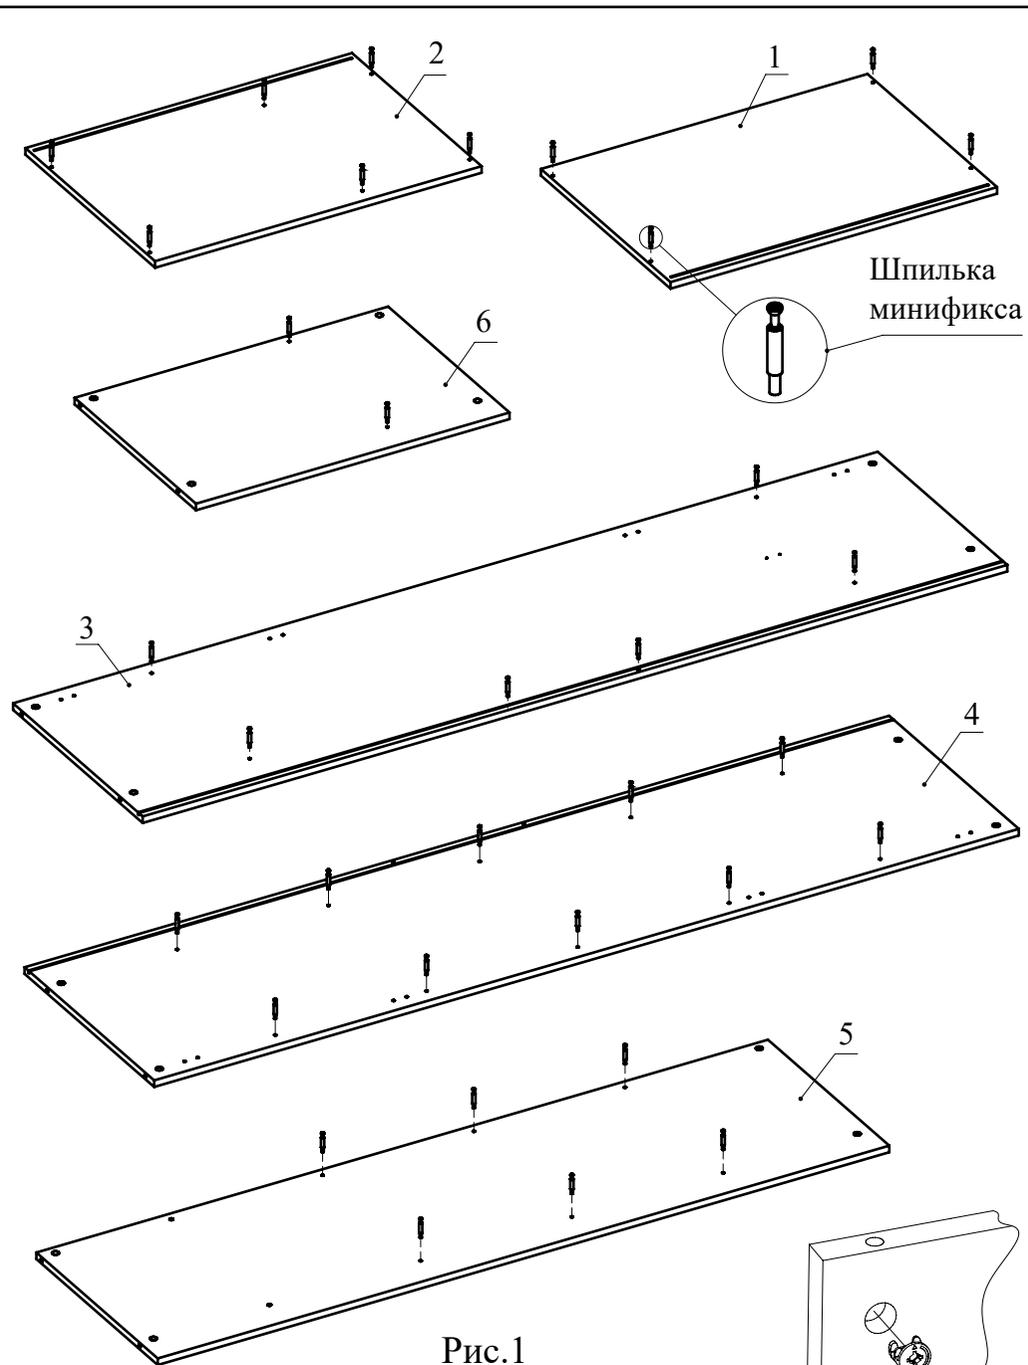

Рис.1
1. Вкрутите шпильки минификсов в детали 1, 2, 3, 4, 5, 6 (Рис. 1).